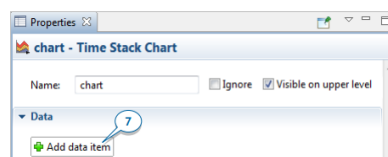

Рисунок 4.14 – Додати елемент даних
7. Використайте *Click Add data item*, щоб додати статистику, яку ви хочете відобразити на діаграмі (рис. 4.14).